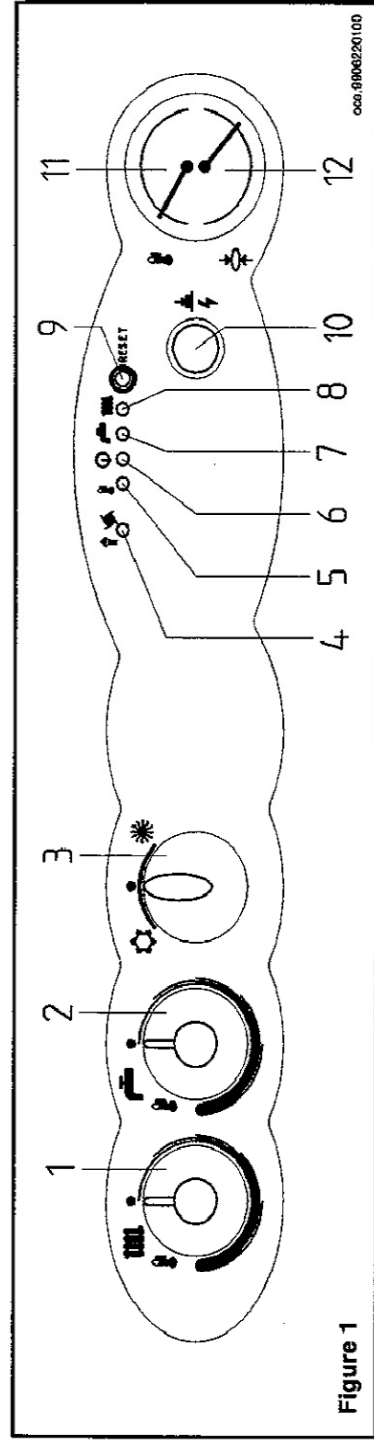

Figure 1
Important: Pour valider les fonctions de télécontrôle, il est nécessaire que le sélecteur (3) de la figure 1 soit positionné sur ETE (☼). Dans ce cas, les voyants de fonctionnement de la chaudière (7 et 8, figure 1) clignotent respectivement pour la demande de chaleur pour l'eau de chauffage ou sanitaire. Les dispositifs de réglage des températures (1 et 2, figure 1) ne sont pas validés.